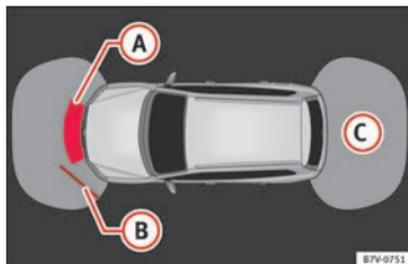
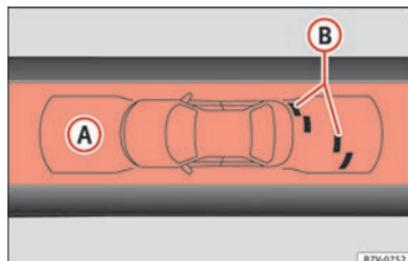

Abb. 210 Bildschirmanzeige des OPS: **A** Hindernis im Kollisionsbereich erkannt. **B** Hindernis im Segment erkannt. **C** Abgetasteter Bereich hinter dem Fahrzeug.
Abb. 211 Bildschirmanzeige des OPS: **A** Hindernis im Segment erkannt; **B** Abgetasteter Bereich vor dem Fahrzeug.
Der Bereich, in dem Hindernisse erkannt werden, erstreckt sich vor dem Fahrzeug bis zu einem Abstand von etwa 120 cm und etwa 60 cm zur Seite **» Abb. 211 (B)**. Der Bereich hinter dem Fahrzeug wird bis zu einem Abstand von etwa 160 cm und etwa 60 cm zur Seite abgetastet **» Abb. 210 (C)**.
Die angezeigte Grafik stellt die überwachten Bereiche in mehreren Segmenten dar. Grafik stellt die überwachten Bereiche in mehreren Segmenten dar. Je mehr sich das Fahrzeug einem Hindernis annähert, umso dichter rückt das Segment an das dargestellte Fahrzeug **» Abb. 210 (B)** und **» Abb. 211 (A)**. Spätestens wenn das vorletzte Segment angezeigt wird, ist der Kollisionsbereich erreicht. **Nicht weiterfahren!**